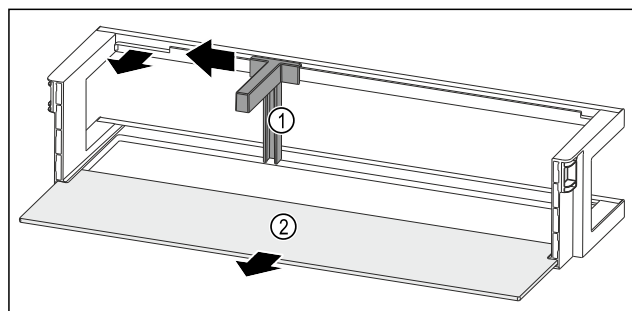

Fig. 90 Balconcino controporta con portabottiglie e ripiano
- ▶ Spingere il portabottiglie Fig. 90 (1) lateralmente fino all'incavo.
- ▶ Rimuovere il portabottiglie Fig. 90 (1).
- ▶ Rimuovere il ripiano Fig. 90 (2).